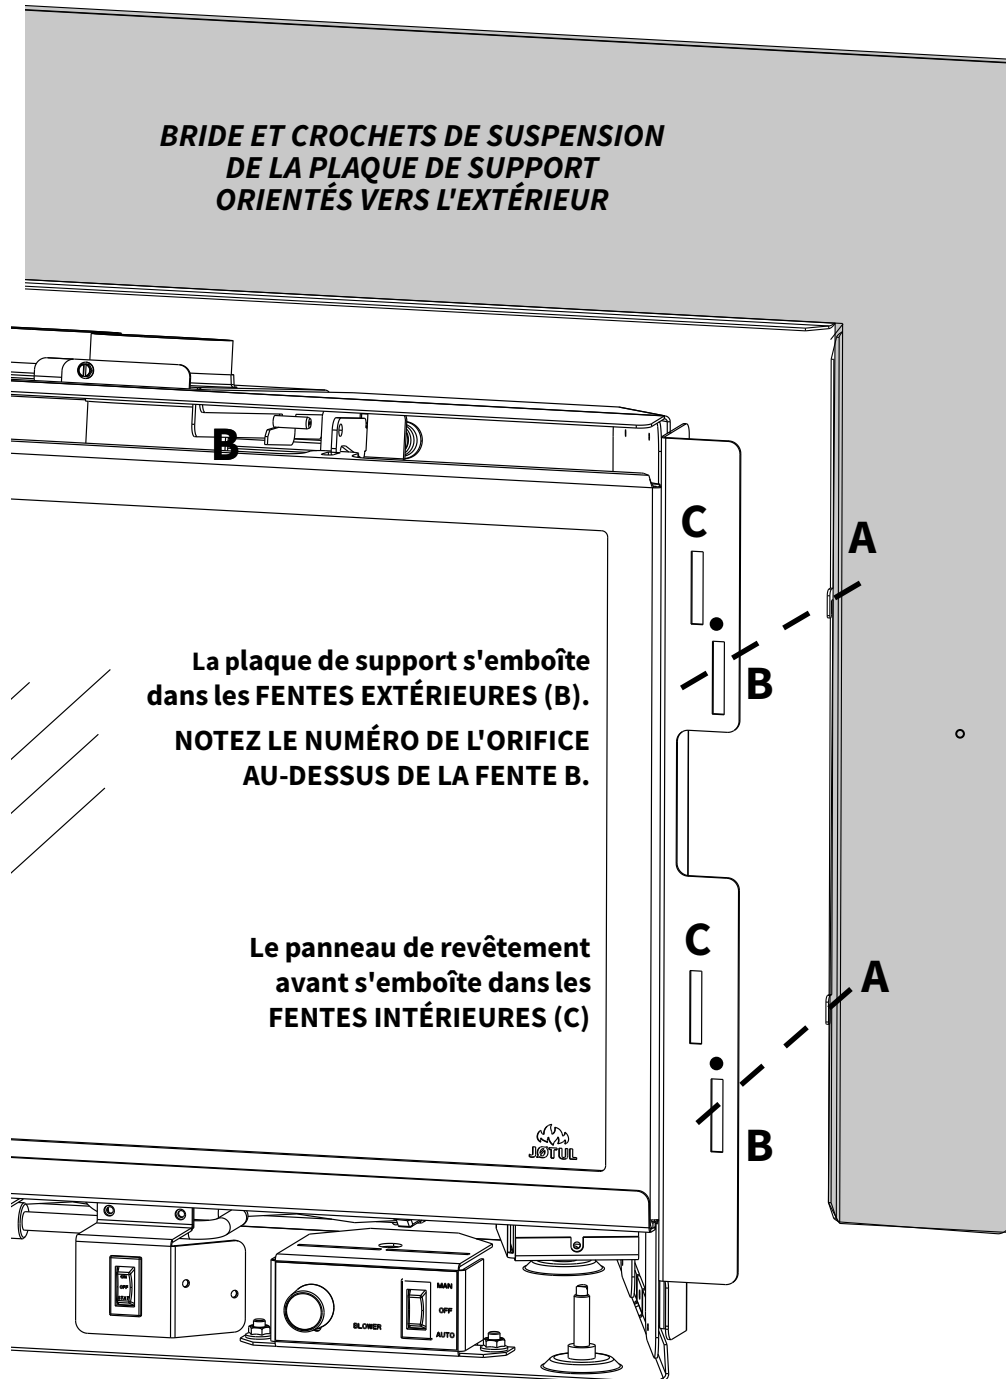

Figure 7.35 Les crochets de la plaque de support (A) s'emboîtent dans les fentes (B) de l'arrière.
Illustration 7.36. Engagez la bûche arrière supérieure n° 2 avec la goupille et l'encoche sur la bûche n° 1 indiquées sur la fig. 7.35.
Les plaques de support standard et ajustables comprennent quatre crochets de suspension (A) qui s'emboîtent avec les fentes **extérieures** (B) par l'**arrière** des supports de la boîte à feu. Notez le petit orifice d'identification au-dessus de chaque fente « B ». Voir la figure 7.35.